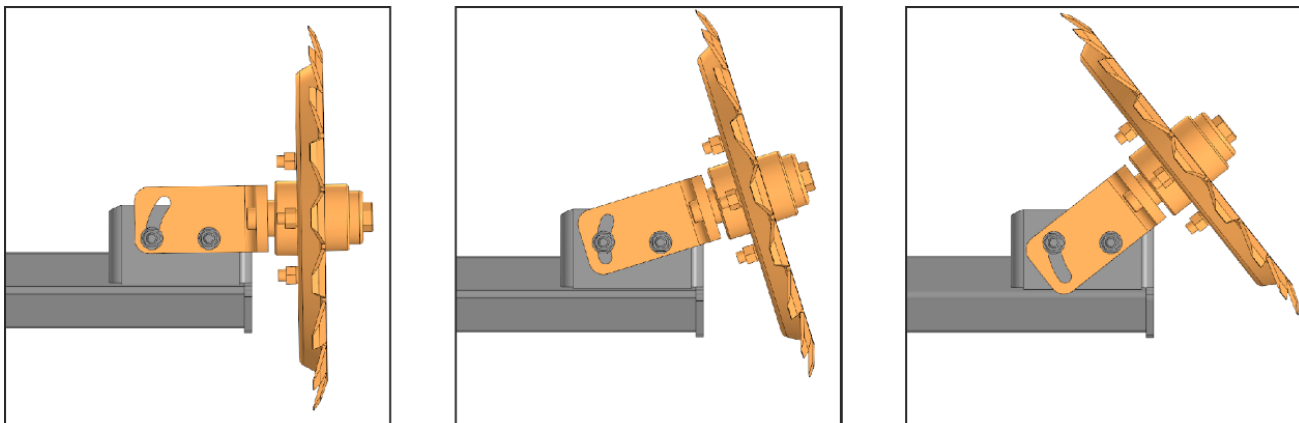

Рисунок 84 – Положения диска маркера
2. Переместить диск маркера в необходимое положение, затянуть винты (3) обратно, рис. 84.